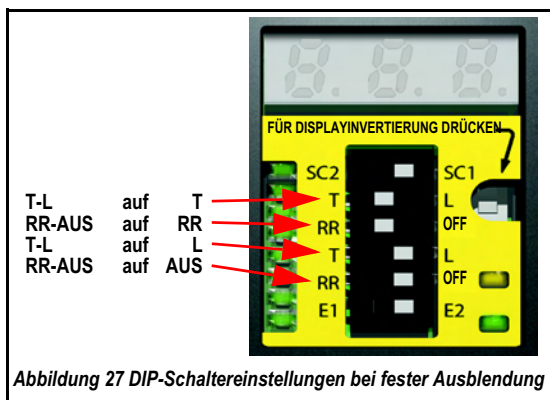

Abbildung 27 DIP-Schaltereinstellungen bei fester Ausblendung
- 1) Die T/L- und RR-DIP-Schalter wie in Abbildung 27 auf Seite 43 gezeigt einstellen.